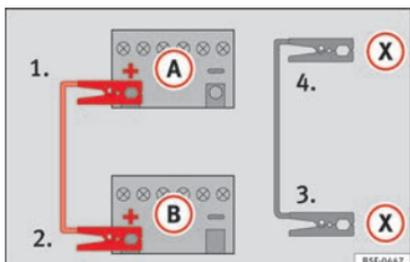

Fig. 75 Schéma de branchement pour les véhicules équipés du système Start-Stop.
- 4b. *Sur les véhicules avec système Start-Stop* : raccordez une extrémité du câble d'urgence *noir* (X) à une borne de mise à la terre appropriée, à une pièce métallique massive vissée au bloc-moteur, ou au bloc-moteur lui-même » » fig. 75.
5. Branchez l'autre extrémité du câble de démarrage *noir* (X), dans le véhicule avec la batterie déchargée à une pièce en métal massif vissée au carter-moteur ou directement au carter-moteur le plus loin possible de la batterie (A).